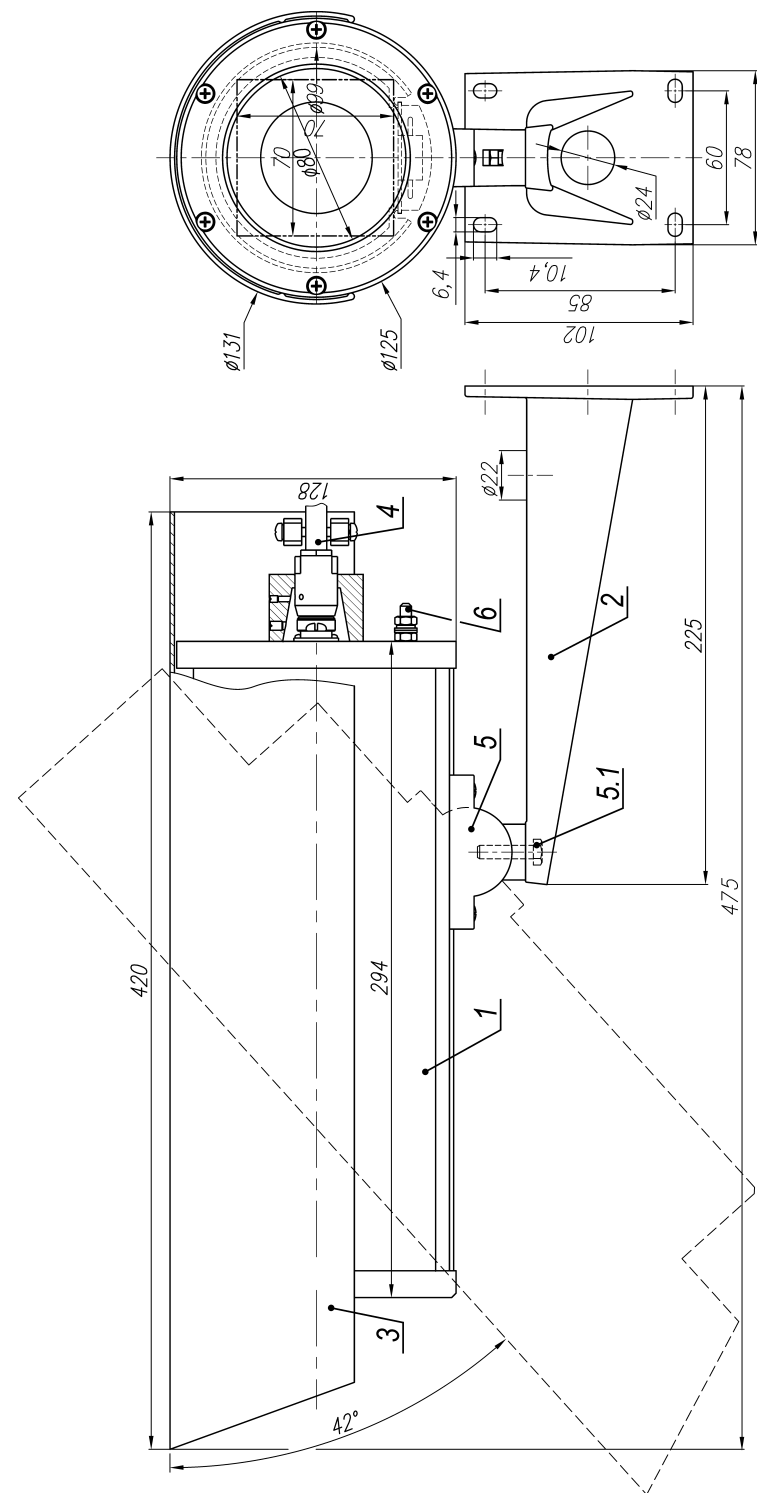

Рис.1 Габаритные и установочные размеры ТВК-18 ВБ-01
2. Ослабив болт фиксации шарнира (поз.5.1 рис.1), установить гермобокс на нужное направление обзора, после чего надежно зафиксировать шарнир затянув болт.
3. Заземлить гермобокс с помощью болта заземления (поз.6 рис.1).
### Состав изделия: (см. рис.1)